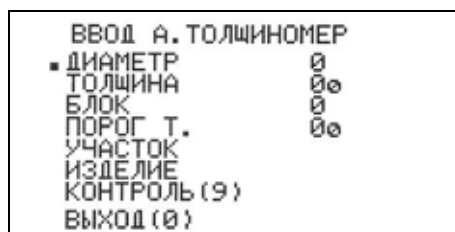

Рисунок 32 - Меню ввода параметров автоматизированного толщиномера.
5.5.2.1 Для проведения автоматизированной толщинометрии необходимо нажать клавишу «3» в основном меню дефектоскопа (см. рисунок 19). На экране появится меню ввода параметров автоматизированного толщиномера (см. рисунок 32).